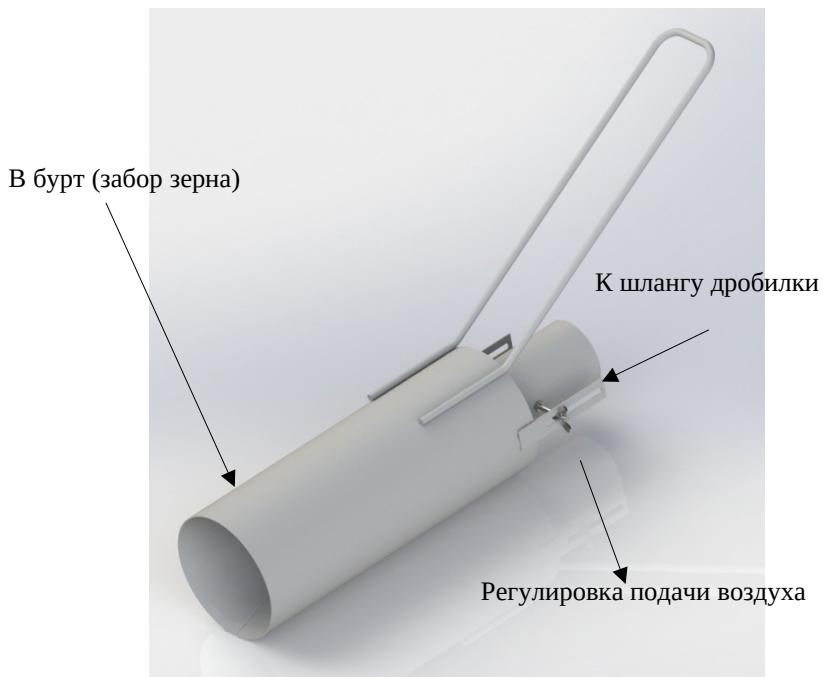

Рисунок 3. Эжектор
- Ввести эжектор (рис. 3) в бункер;